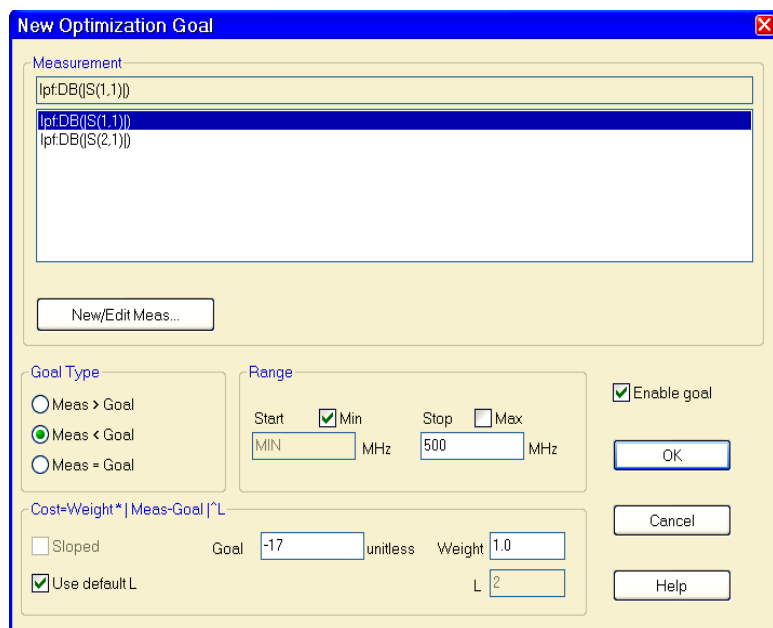
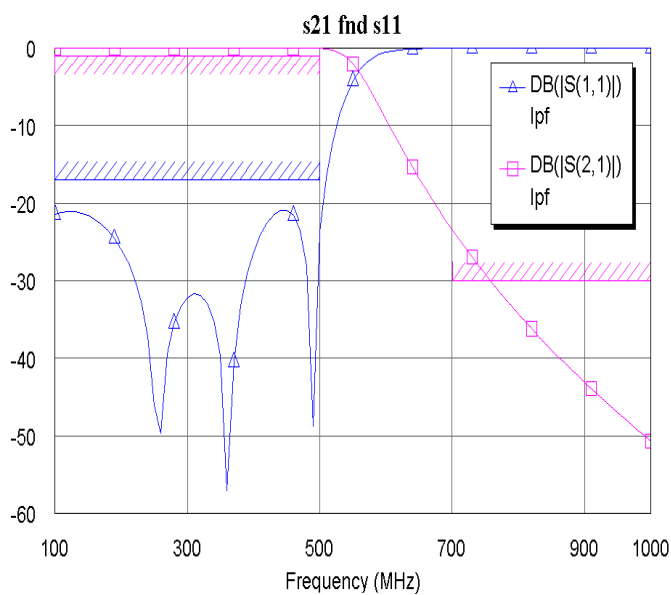

Рис. 3.19
Рис. 3.20
2. Введите цель для коэффициента отражения в полосе пропускания. Для этого щёлкните правой кнопкой мышки по **Optimization Goals** (Цели оптимизации) и выберите **Add Optimizer Goal** (Добавить цель оптимизации) во всплывающем меню. Откроется диалоговое окно **New Optimization Goal** (Новая цель оптимизации), показанное на рис. 3.19.
Цели оптимизации отображаются на графике в виде границ со штриховкой (см. рис. 3.20) и могут быть изменены. Для изменения цели оптимизации щёлкните правой кнопкой мышки по имени цели в окне просмотра проекта и выберите **Properties**. Откроется диалоговое окно для изменения цели, аналогичное окну рис. 3.19, в котором можно изменить цель оптимизации. Цель оптимизации можно изменить и непосредственно на графике. Чтобы изменить цели оптимизации непосредственно на графике, щёлкните по нужной цели левой кнопкой мышки. Затем поместите курсор на заштрихованный участок цели на графике (курсор отображается в виде перекрестия), или поместите курсор на квадратик в уголке цели (курсор отображается в виде двойной стрелки), нажмите левую кнопку мышки и, не отпуская её, двигайте в нужном направлении. Изменять цель при этом можно как по величине параметра, так и по частоте.